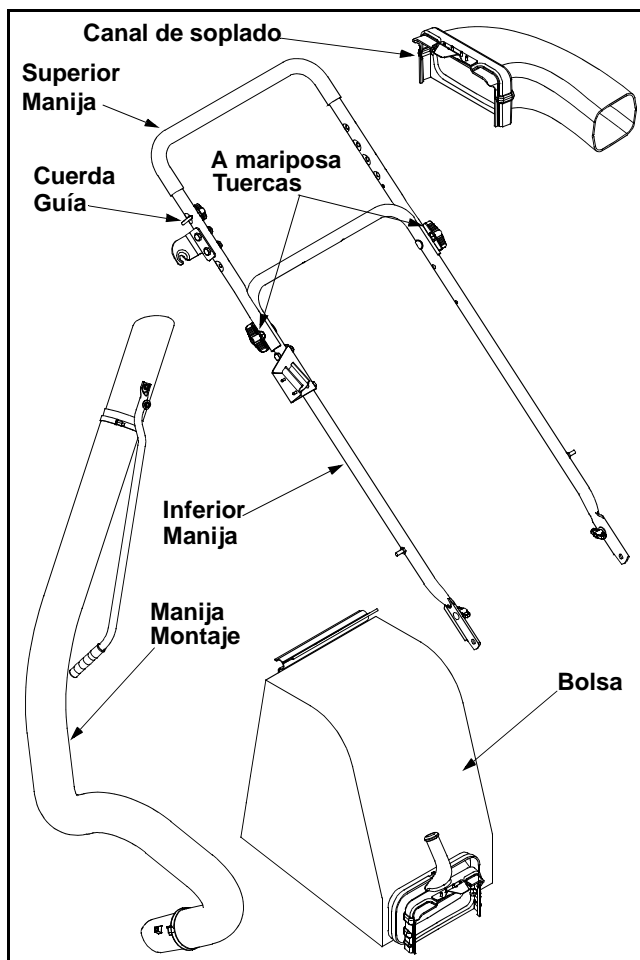

Figura 1
Piezas sueltas en la caja (Ver Figura 1)
- Para sujetar las dos manijas ajuste las tuercas de mariposa (los pernos del carro deben estar colocados de forma adecuada en la manija). Ver Figura 1